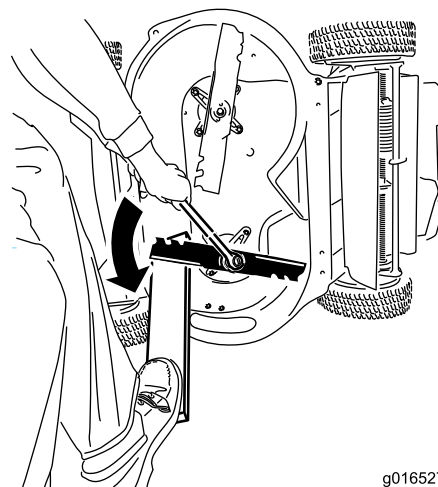

Figura 38
1. Usate un blocco di legno per tenere ferma la lama e ruotatela in senso antiorario come mostrato in (**Figura 38**).